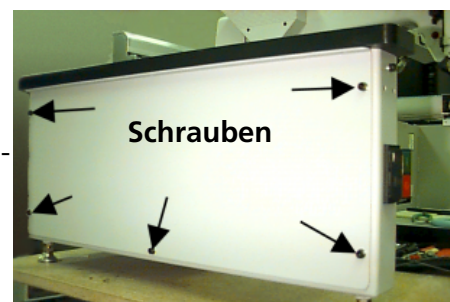

Abbildung 1-11
2. Die Seitenabdeckungen entfernen; alle Seitenabdeckungen werden mit 5 Schrauben in Position gehalten (siehe Abb. 1-11). Benutzen Sie den 4mm Sechskantschraubenschlüssel aus dem Zubehörkasten, um die Schrauben zu entfernen.